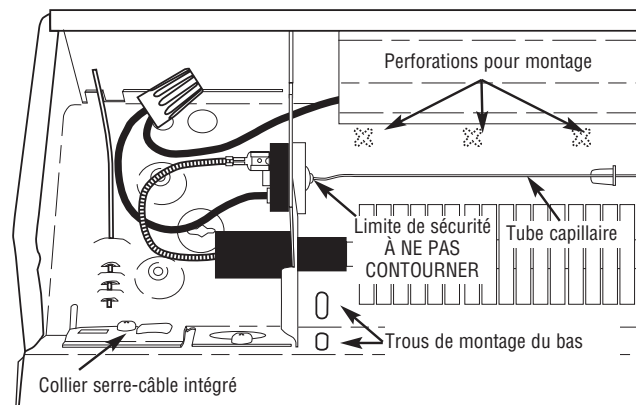

Figure 4 : Vue du compartiment de câblage du côté gauche
10. Au montage du radiateur, si les trous de montage inférieurs ne sont pas utilisés (Voir la Figure 4), assurez-vous que des vis n'endommagent pas le câblage d'alimentation dans la zone derrière le radiateur.
11. N'enlevez pas et ne contournez pas le contrôle de limite de sécurité car cela pourrait faire du radiateur un risque de départ d'incendie – consultez la figure 4.
5. Desserrez la vis du collier serre-câble (Figure 4) ou ouvrez le trou à enfoncer voulu du compartiment de câblage du radiateur. Installez le câble d'alimentation électrique dans le compartiment de câblage en laissant au moins 6 pouces (153 mm) de câble pour le raccordement au radiateur. Pour installer deux câbles d'alimentation en utilisant le collier serre-câble intégré, courbez vers le haut la patte couvrant le deuxième trou et ramenez-la vers la cloison arrière du compartiment de câblage. Si un serre-câble intégré n'est pas utilisé, installez une retenue de câble approuvée (non incluse) dans le trou à enfoncer choisi.
REMARQUE: Des perforations marquées d'une croix pour le montage sont fournies à l'arrière du carter de radiateur au-dessus de l'élément de chauffe aux emplacements pour vis de montage (Voir la Figure 4).
6. Positionnez le radiateur à l'emplacement voulu et fixez-le au mur avec des vis à bois ou de la visserie appropriée. Localisez les poteaux muraux et si possible fixez les vis dedans. Pour des radiateurs jusqu'à 6 pieds (1,8 m) de long, une vis à chaque extrémité est adéquate. Pour des unités plus longues, une vis additionnelle au centre est nécessaire. Serrez ces vis, puis desserrez-les d'un quart de tour pour permettre au radiateur de se dilater et de se contracter pendant son utilisation. Si l'unité est montée au-dessus du sol, deux trous de montage additionnels sont fournis à chaque extrémité sous l'élément de chauffe (Voir la Figure 4). Installez une vis supplémentaire à chaque extrémité pour la stabilité, en vous assurant de les dévisser chacune d'au moins un quart de tour.
5. Un contrôle de limite de sécurité est fourni pour couper automatiquement le radiateur s'il est obstrué ou chauffe trop pour toute raison, du fait de conditions anormales (Voir les Figures 4 et 5). NE contournez PAS ou ne désactivez pas ce dispositif de sécurité (Voyez l'avertissement 11 en page 2). Durant un fonctionnement normal ce dispositif de contrôle ne doit pas s'activer. Si vous constatez que ce contrôle s'active, assurez-vous que le radiateur n'est pas obstrué. Si le radiateur continue d'être coupé en chauffant, débranchez son alimentation et faites-le vérifier et réparer par un électricien qualifié.